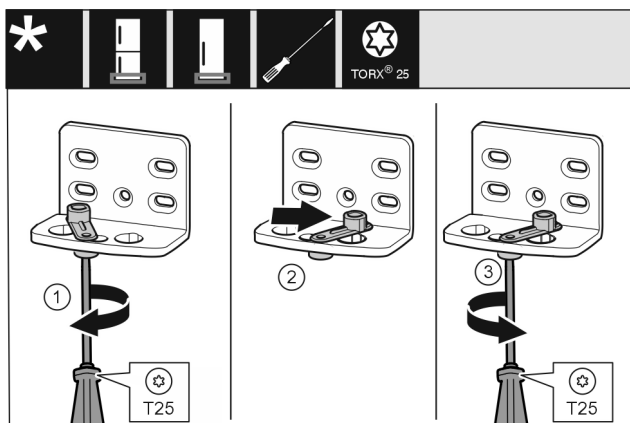

Fig. 14
- Odvijačem labavo uvrtnite vijak Fig. 14 (1).
- Podignite pomagalo za zatvaranje vrata Fig. 14 (2) i okrenite ga za 90° nadesno u provrt.
- Odvijačem pritegnite vijak Fig. 14 (3).